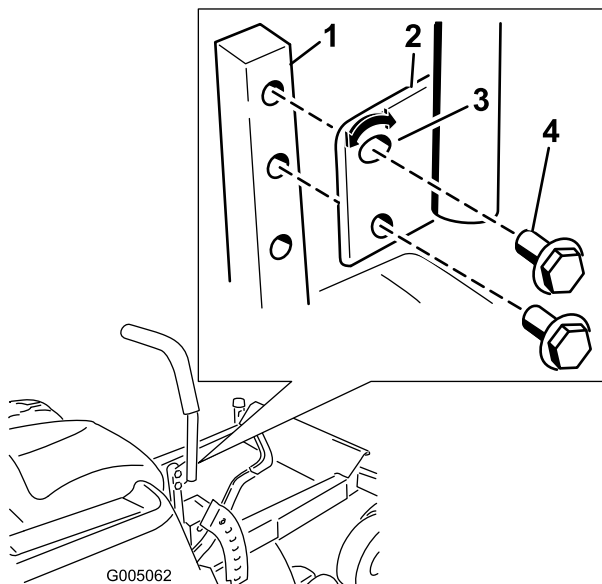

Figure 16
1. Retirez les 2 boulons qui fixent le levier de commande à l'arbre du bras de commande (Figure 16).
2. Placez le levier de commande dans les trous suivants. Fixez le levier avec les 2 boulons (Figure 16).
2. Desserrez le boulon inférieur jusqu'à ce qu'il soit possible de pivoter le levier de commande en avant ou en arrière (Figure 16). Serrez les deux boulons pour fixer la commande à sa nouvelle position.